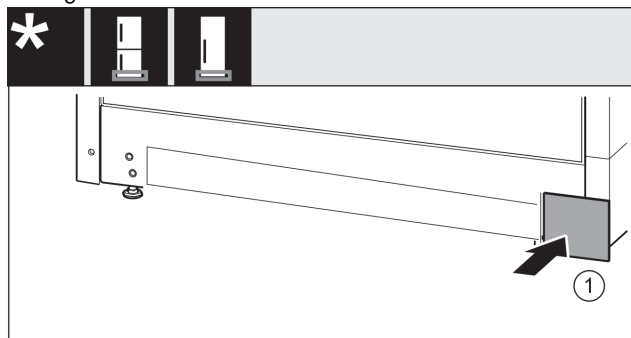

Fig. 48
- ▶ Ponovno natakните poklopac Fig. 48 (1) na drugu stranu.